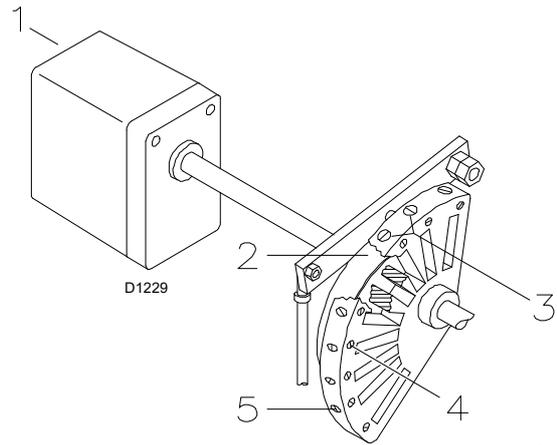
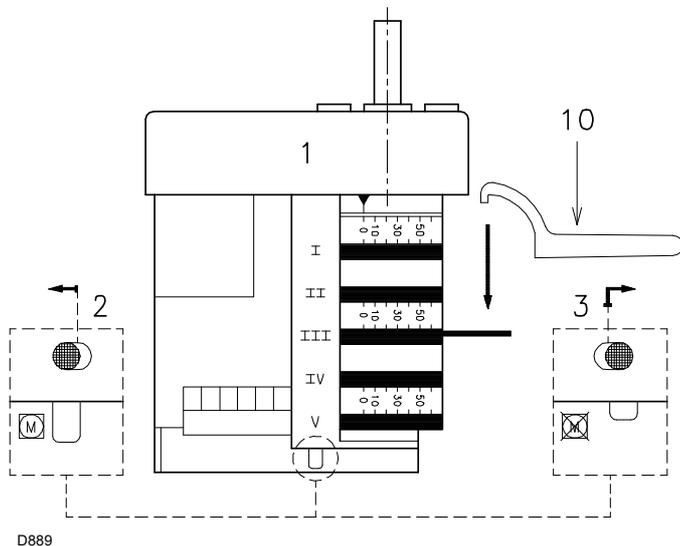

Abb. 28
Abb. 29
Das Endprofil des Nockens 2)(Abb. 28) durch Drehen der Schrauben 5) schrittweise ändern.
Das Ausgangsprofil des Nockens 2)(Abb. 28) durch Drehen der Schrauben 3) schrittweise ändern.
Schalten Sie den Brenner durch Betätigen des Schalters 1)(Abb. 28), Position OFF, aus und lösen Sie den Nocken 2)(Abb. 28) vom Stellantrieb, indem Sie die Taste 3)(Abb. 29 auf Seite 27) drücken und nach rechts schieben. Überprüfen Sie dann mehrmals, ob die Bewegung weich und ohne Klemmungen erfolgt, indem Sie den Nocken 2) von Hand vor- und rückwärts drehen.
Den Nocken 2) wieder am Stellantrieb festmachen, dazu die Taste 2)(Abb. 29 auf Seite 27) nach links verschieben.
Nach erfolgter Einstellung diese durch Betätigen der Schrauben 4)(Abb. 28) fixieren.
Für die eventuelle Einstellung des Nockens III, speziell für geringfügige Verstellungen, kann der entsprechende Schlüssel 10)(Abb. 29) verwendet werden, der mit einem Magnet unter dem Stellantrieb befestigt ist.
- 6 s :** Start des Stellantriebs: dreht um 130° nach rechts bis der Kontakt am Nocken I) (Abb. 29 auf Seite 27) auslöst. Die Luftklappe positioniert sich auf der MAX. Leistung.
- 85 s :** Der Stellantrieb dreht sich nach links, bis der Kontakt am Nocken III) (Abb. 29 auf Seite 27) auslöst.
Die Fernsteuerung TL öffnet sich, der Stellantrieb kehrt auf den Winkel von 0°, begrenzt durch den Kontakt des Nockens II) (Abb. 29 auf Seite 27), zurück. Die Klappe schließt sich vollständig zwecks Reduzierung der Wärmeverluste bis auf den Mindestwert.
Den Nocken 2)(Abb. 28 Seite 26) vom Stellantrieb lösen, dazu die Taste 3)(Abb. 29 auf Seite 27) drücken und nach rechts verschieben und von Hand prüfen, ob die Drehung nach vor und zurück reibungslos funktioniert.
Den Nocken wieder am Stellantrieb befestigen, dazu die Taste 2)(Abb. 29 auf Seite 27) nach links verschieben.